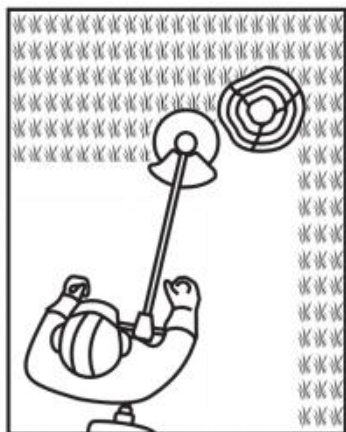

Fig. 48
2. Gehen Sie bei Arbeiten in der Nähe von Bäumen und Sträuchern besonders vorsichtig vor. Der Schneidkopf könnte empfindliche Rinde beschädigen und Zaunpfähle beschädigen (Abb. 48).